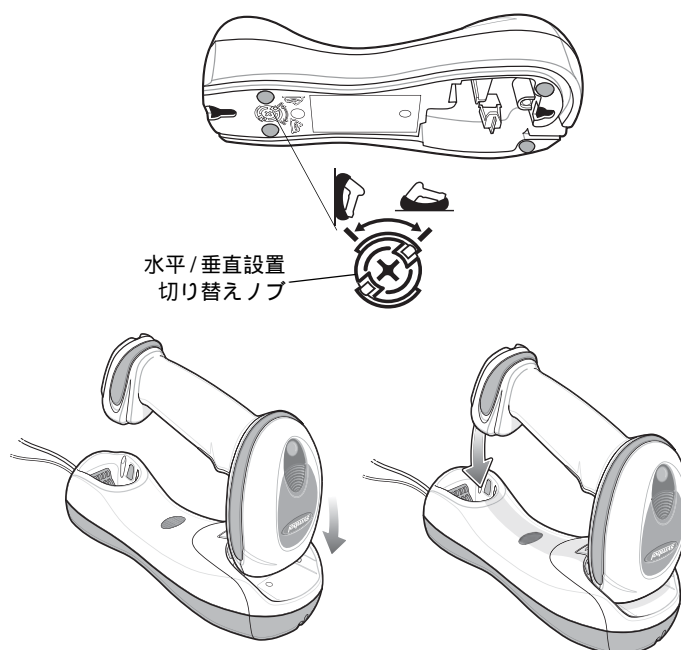

図1-8 水平設置 - スキャナをクレードルに装着する
2. 水平/垂直設置切り替えノブが、図1-8に示す正しい位置になっていることを確認します。